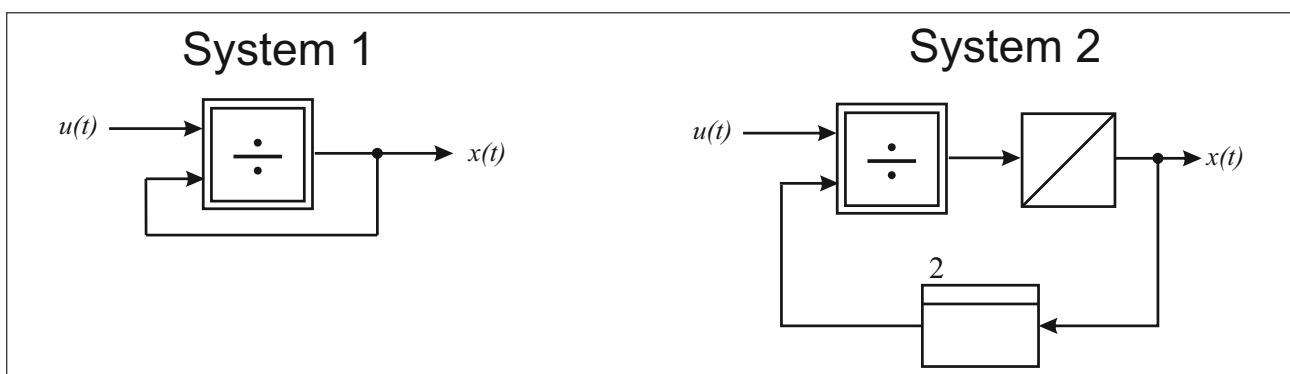

Abbildung 3
- ii) Leiten Sie für die beiden in Abbildung 3 gezeigten Systeme jeweils die zugehörigen Differentialgleichungen her.
- iii) Zeichnen Sie, basierend auf dem vorigen Aufgabenteil, für die beiden in Abbildung 3 gezeigten Systeme jeweils das resultierende Signalflussbild, wenn $x(t)$ als Eingangsgröße und $u(t)$ als Ausgangsgröße interpretiert wird.